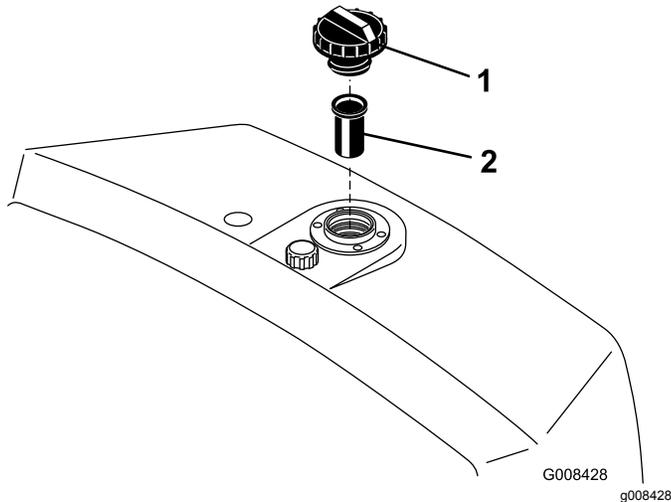

Figura 48
2. Retire a tampa do reservatório e verifique o nível do fluido. O fluido deve chegar à parte inferior do filtro no tubo de enchimento (Figura 48).